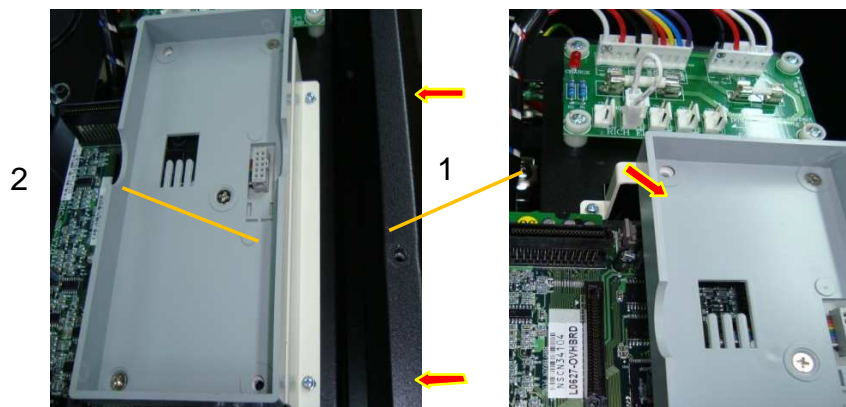

Рис. 7.25
7.17.2. Установить стойку 1 с рамкой пульта 2 на корпусе блока конденсаторов и закрепить тремя винтами (рис. 7.25, стрелки).